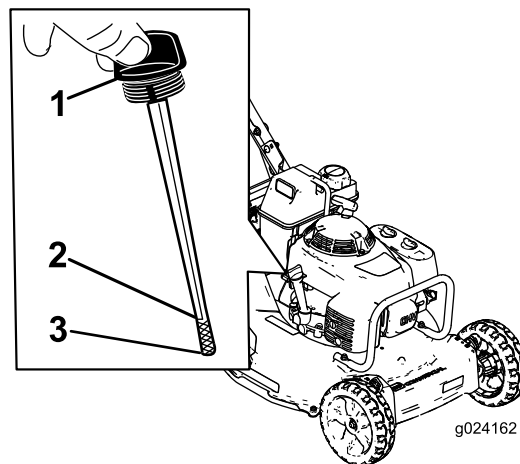

Figure 6
Avant chaque utilisation, vérifiez que le niveau d'huile se situe entre les repères maximum et minimum sur la jauge (Figure 6).
2. Nettoyez la surface autour du bouchon de remplissage (Figure 6).